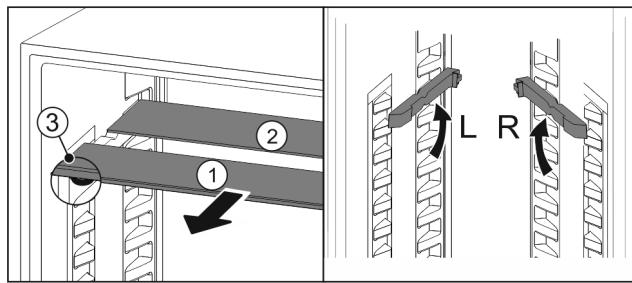

Fig. 127
- ▶ Vytiahnite sklené dosky jednotlivo dopredu Fig. 127 (1).
- ▷ Sklená doska Fig. 127 (1) s ozdobnou lištou leží vpred.
- ▷ Zarázky Fig. 127 (3) ukazujú nadol.